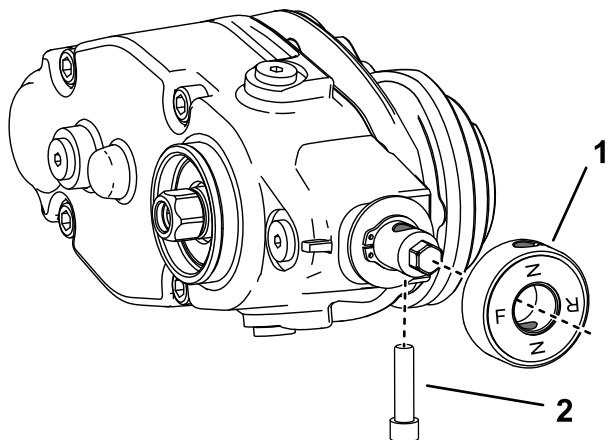

**Figure 15**
- Appliquez du frein-filet moyenne résistance (tel que Loctite 609® vert) sur la rainure du circlip et la surface du diamètre extérieur (Figure 15).
- Posez le chapeau comme montré à la Figure 15.